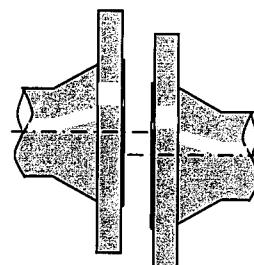

図3 軸差がある
- 相対するフランジの軸差があると、ガスケットが正しい位置にセッティングできないため修正してください。 (図3参照)